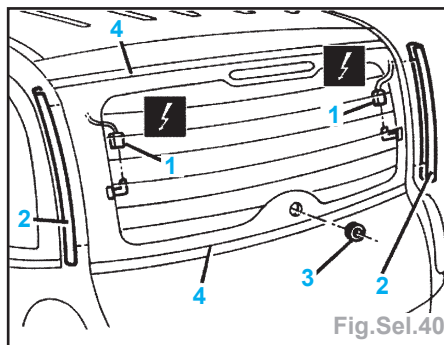

Fig.Sel.40
- Déboîter les joints latéraux (2), le joint (3) et débrancher les connexions (1) (Fig.Sel.40).
- Appliquer un ruban adhésif (4) de protection pour protéger les bords de la carrosserie autour de la glace.